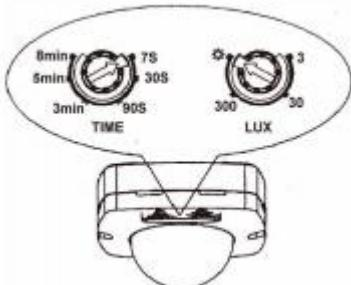

Fig. 3
- Se roteste butonul de temporizare in sens anterior, la valoarea minima; se roteste butonul de luminozitate in sens orar, la valoarea maxima - "Soare" (fig. 3).